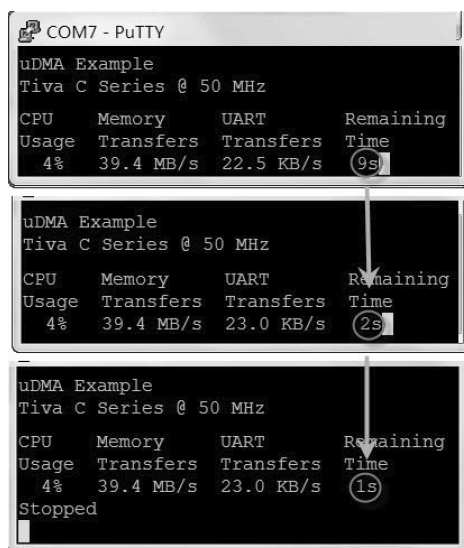

图 13-7 在 PuTTY 上观察到的程序运行结果
① 打开 PuTTY，然后按 EK - TM4C123GXL 板上的复位键，观察到的结果如图 13-7 所示。